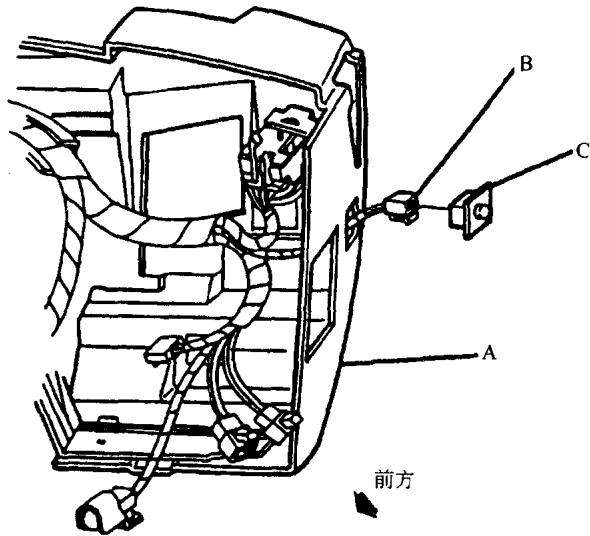

图 1-1 更换机油灯归零（仅适用于 1994 年车型）
2. 找出仪表板左侧、靠近熔断器板的更换机油归零按钮。见图 1-1。